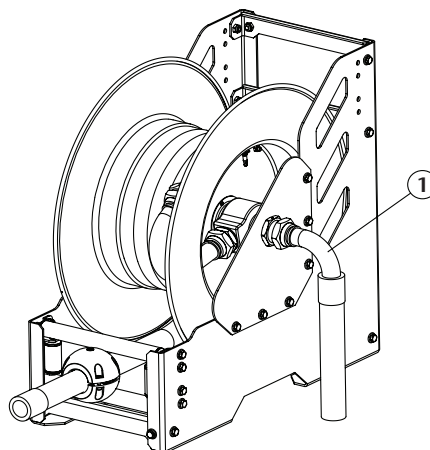

Рис. 9
1. Отсоединить шланг от впускной трубы (рис. 9).